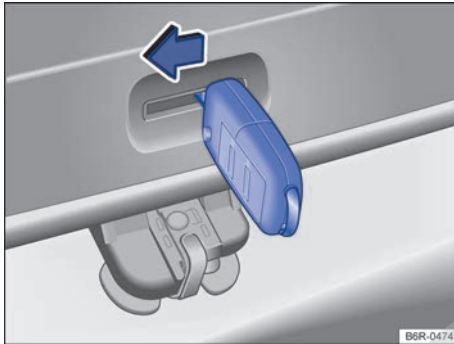

Fig. 61 Del lado de adentro del maletero: apertura de emergencia de la tapa trasera.
- Inserte la llave del vehículo en la apertura de la tapa trasera → fig. 61 y presione la palanca de desbloqueo en el sentido de la flecha para desbloquear la tapa trasera.